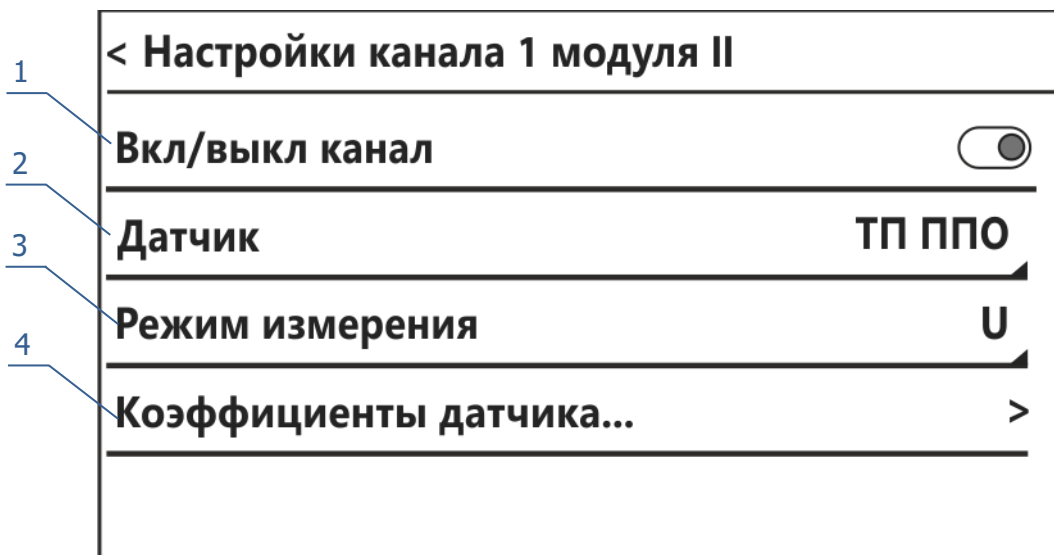

Рисунок 12 — Настройки канала
- 3 - кнопка выбора режима измерений канала: напряжение (U), сопротивление в режиме R1.0 или R0.1;
4.9.2 Для настройки параметров канала (рисунок 12):